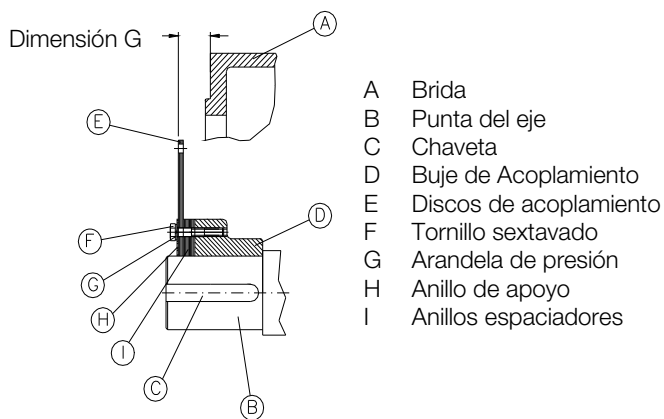

Figura 4.13: Procedimiento para cambiar la dimensión G
Para esto hay que sacar o adicionar los **anillos espaciadores (I)**, conforme indicado en la Figura 4.13.